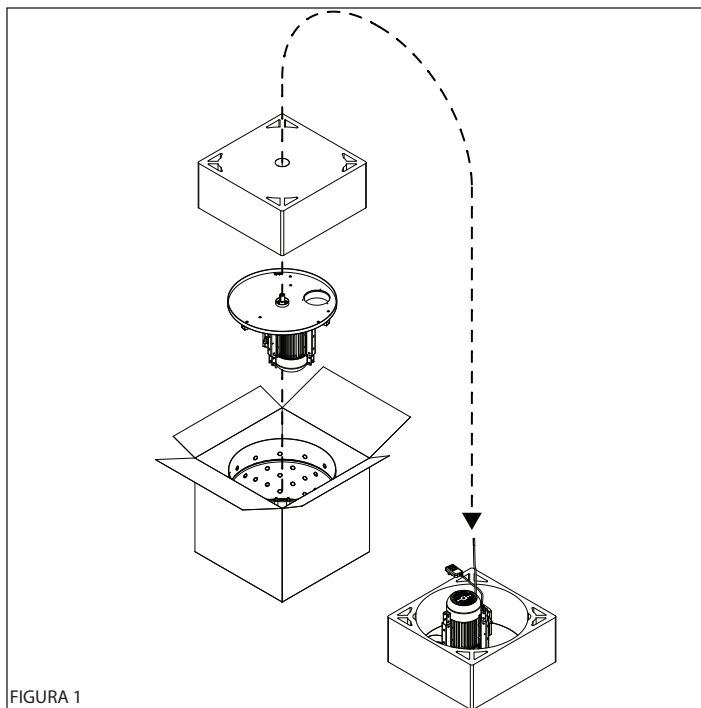

FIGURA 1
1. Abra la parte superior del embalaje y extraiga el paquete interno de gomaespuma con el orificio en el medio. **(CONSULTE LA FIGURA 1)**
- Eje (2)
- Patas largas (2)
- Rueda (2)